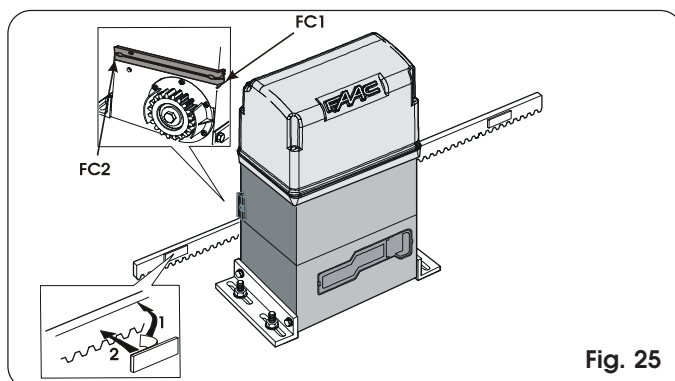

Fig. 25
El operador 844 está dotado de un sensor de final de carrera (MLS) que detecta el paso de dos imanes aplicados en el lado de la cremallera dirigido hacia el operador (fig.25)
- 10) Limpie la cremallera en los puntos de aplicación, quite la película colocada en la parte adhesiva de los imanes (fig. 25 ref. 1) y coloque de nuevo los imanes con la banda adhesiva en contacto con la cremallera (fig. 25 ref.2).